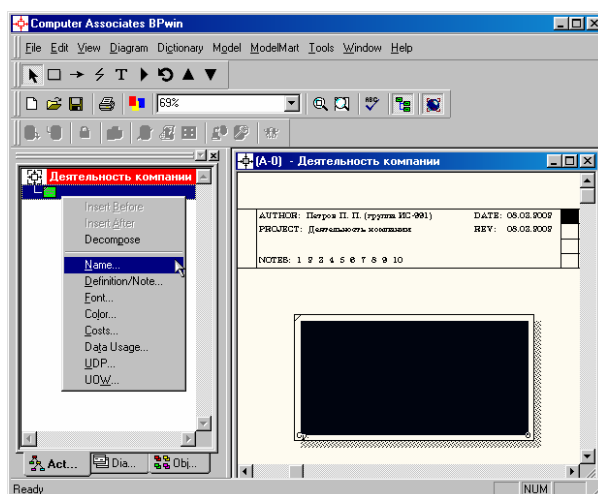

Рис. 11. Щелчок правой кнопкой по объекту во вкладке **Activities** позволяет воспользоваться контекстным меню для редактирования его свойств
6. Обратите внимание на  кнопку на панели инструментов. Эта кнопка включает и выключает инструмент просмотра и навигации – **Model Explorer** (Браузер модели). **Model Explorer** имеет три вкладки – **Activities** (  Act... ), **Diagrams** (  Dia.. ) и **Objects** (  Obj.. ). Во вкладке **Activities** щелчок правой кнопкой по объекту в браузере модели позволяет выбрать опции редактирования его свойств (рис. 11).